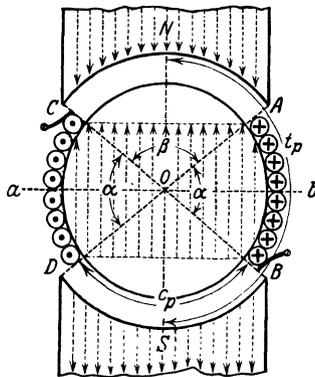
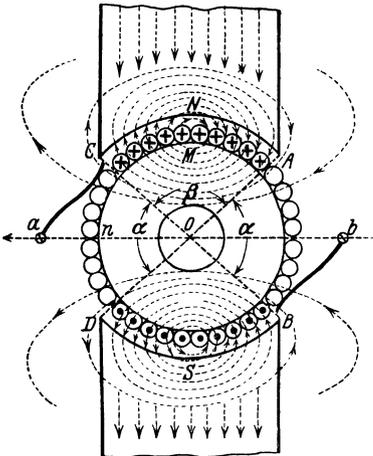
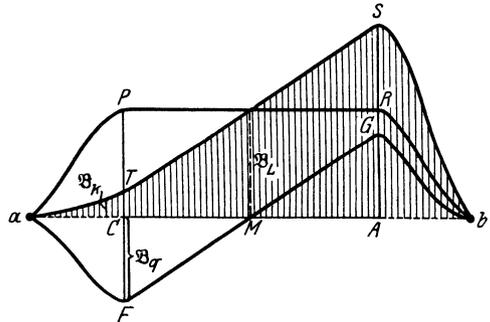

Abb. 83. Zu Ankerrückwirkung.
Abb. 84. Verzerrung des Hauptfeldes.
Abb. 85. Darstellung der verschiedenen vorhandenen Felder.
Drehzahl. Will man den ursprünglichen Induktionsfluß wieder herstellen, so muß man soviel Amperewindungen auf dem Magneten mehr erzeugen, wie der Amperewindungszahl innerhalb des doppelten Bürstenverschiebungswinkels α entspricht. Abb. 83 stellt für einen Trommelanker die Windungen und die schwächenden Feldlinien, die den Feldlinien der Pole entgegengerichtet sind, dar, wenn die Bürsten um den $\frac{\alpha}{2}$ verschoben wurden. Für diese Amperewindungszahl (X) gilt die Formel
In Abb. 83 sind nur die Drähte innerhalb des doppelten Bürstenverschiebungswinkels betrachtet worden. In Abb. 84 sollen jetzt auch die stromdurchflossenen Drähte unter den Polen betrachtet werden. Sie erzeugen das Ankerfeld, welches den Anker, unabhängig von der Bürstenverschiebung, zu einem Magneten n, s in der Richtung ab macht. Die Pfeile der Anker-
feldlinien im Luftzwischenraum zeigen, daß sie den Feldlinien des Magneten teils gleich, teils entgegengerichtet sind, sich also addieren bzw. subtrahieren. Das Hauptfeld, d. i. das Magnetfeld bei stromlosem Anker, wird in rechtwinkligen Koordinaten durch die Ordinaten (\mathfrak{B}) der Kurve $aP R b$ der Abb. 85 dargestellt, in der die Abszisse $ab = t_p$ die Polteilung bedeutet, also die Entfernung von einer neutralen Zone zur nächsten. Man erkennt, daß innerhalb des Polbogens $c_p = \overline{CA}$ die magnetische Induktion $\mathfrak{B} = \mathfrak{B}_g$ konstant ist, außerhalb der Pole rasch auf Null (in a u. b) abnimmt. Führen die Ankerdrähte jedoch Strom, so kommt zu diesem Hauptfelde noch das durch die Kurve $aF G b$ dargestellte Ankerfeld hinzu, und beide Felder ergeben durch Addition das Gesamtfeld $aT S b$. An der Polkante C (Abb. 84) ist die magnetische Induktion $CT = CP - CF$
= $\mathfrak{B}_\Omega - \mathfrak{B}_q$. An der Polkante A (Abb. 84) ist die Induktion
(Abb. 84) vorgenommen werden, weil dort die magnetische Induktion Null ist, sondern an einer Stelle vor dem Nordpol, etwa bei C und B (Abb. 84), wo die magnetische Induktion den Wert \mathfrak{B}_k besitzt. Diese erzeugt in der Spule eine EMK e , die der Selbstinduktion e_s entgegengerichtet ist. Der Strom i_s folgt dann aus der Gl $i_s = \frac{e - e_s}{R_s}$. Es wird $i_s = 0$, wenn $e = e_s$ ist.